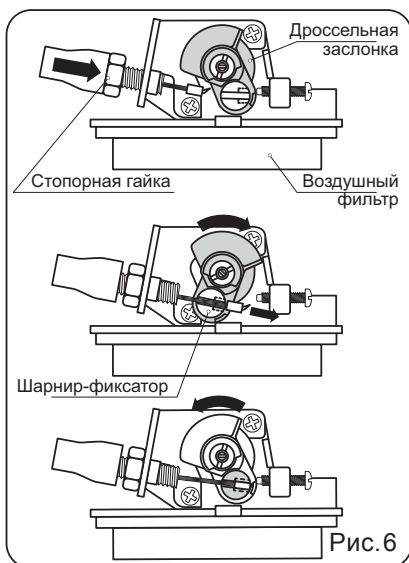

Рис.6
- Подсоедините трос к двигателю и вставьте его конец в шарнир дроссельной заслонки (Рис.6).